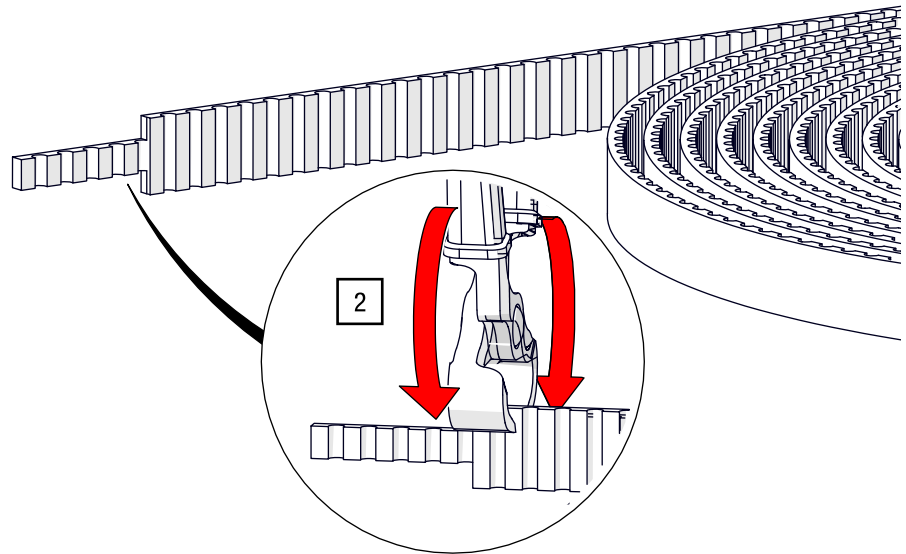

Abb. 76: Zahnriemen schneiden – Riemen entlang der Markierung abschneiden
2. Schneiden Sie mit einer Kneifzange zunächst entlang des Riemens, bis Sie an dem Ende der Markierung nach 70 mm ankommen und anschließend quer zum Drahtgeflecht (siehe Abb. 76).
11. Schneiden Sie anschließend das Ende wieder ein entsprechend Abb. 76.